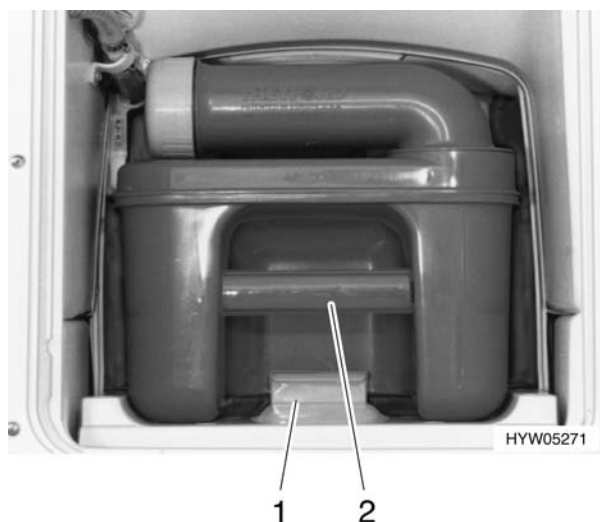

Fig. 84 Rimozione della cassetta Thetford
L'accesso alla cassetta Thetford (Fig. 84) si esegue tramite lo sportello del gavone di coda.
- Sbloccare la sicurezza (Fig. 84,1) ed estrarre la cassetta Thetford (Fig. 84,2).